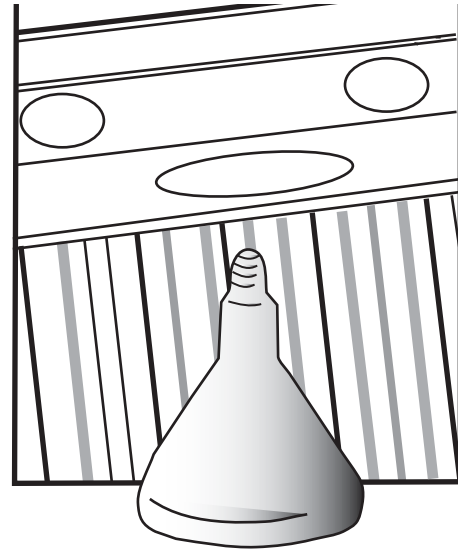

Figure 27 : Remplacement des lampes infrarouges
- Tournez l'ampoule infrarouge dans le sens horaire pour l'installer (Figure 27).